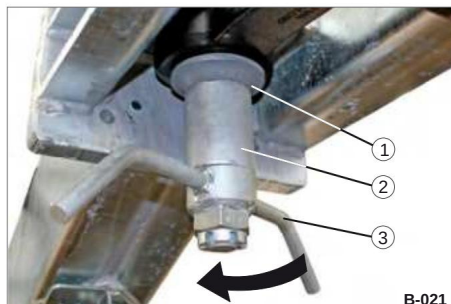

Bild 20 Fäst D50-dragöglan i botten
• Sätt in skivstödet (bild 20/1), distanshållaren
(Bild 20/2) underifrån på fästskruven på dragstången (Abb. 19/3).
• Skruva fast vingmuttern (bild 20/3) på fästskruven.